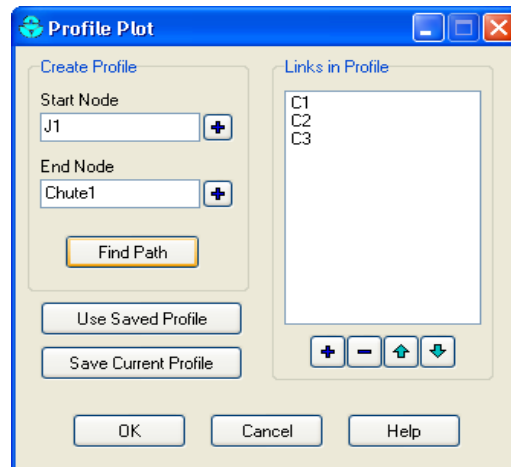

Figure 36 Boite de dialogue pour le tracé du profil en long
- 2- entrer le nœud du début et le nœud de la fin du profil comme indiqué sur la figure 36.